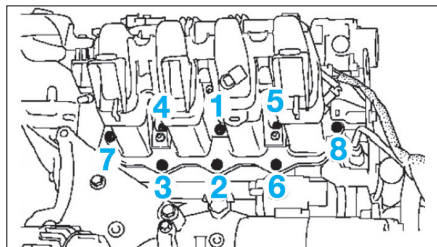

Fig. 36
- Reposer les vis de fixation du collecteur d'admission sur la culasse en respectant l'ordre de serrage (Fig.36).